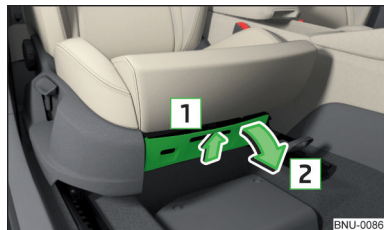

Fig. 117
- Para **abrir**, pulsar sobre el tirador en el sentido de la flecha [1] y abrir el compartimento en el sentido de la flecha [2] » fig. 117.